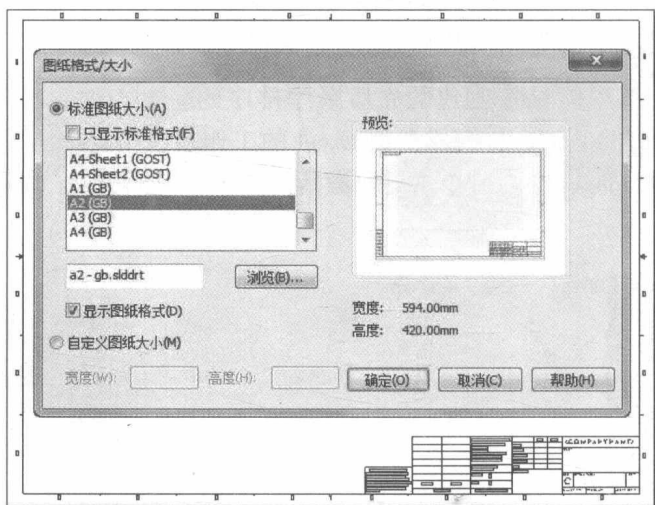

图 1-11 创建新的工程图
创建一个新的工程图文件, 选择【标准图纸大小】, 不勾选【只显示标准格式】复选框, 选择“A2 (GB)”标准的图纸格式, 如图 1-11 所示。取消【模型视图】对话框。